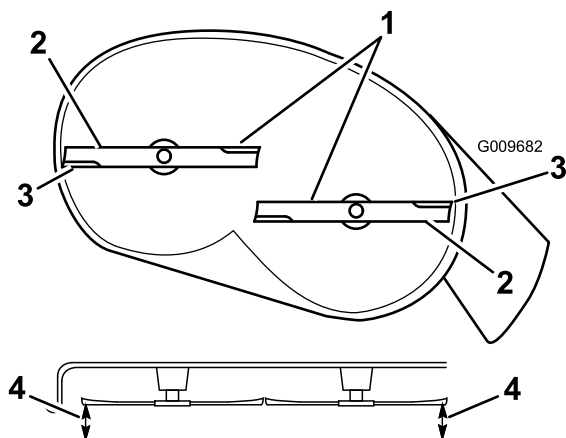

Figure 51
4. Faites pivoter les lames avec précaution pour qu'elles soient toutes parallèles (Figure 51).
5. Mesurez la distance entre les tranchants extérieurs et le sol plat (Figure 51). Si les deux mesures diffèrent de plus de 5 mm (3/16 po), un réglage s'impose. Poursuivez la procédure.